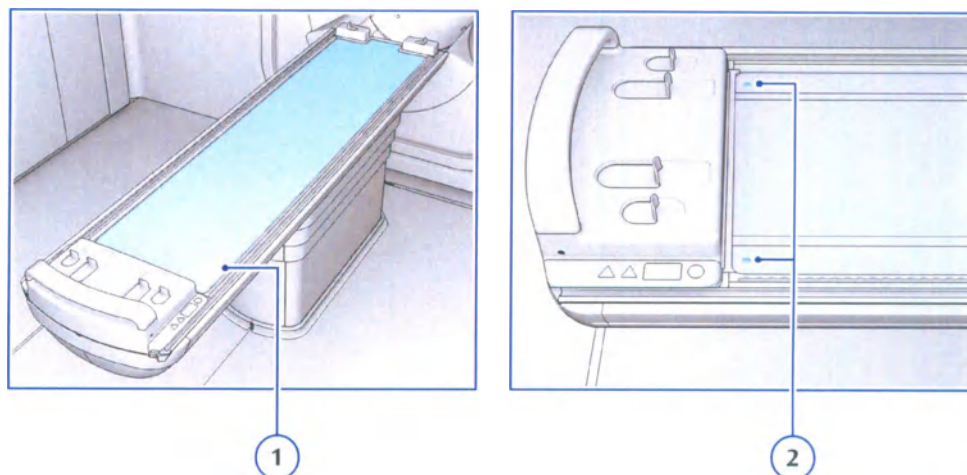

Рис. 7.21 Отверстия в деке стола для штифтов платформы для контроля качества
- 3 Снимите матрас с деки стола (см. Рис. 7.21).